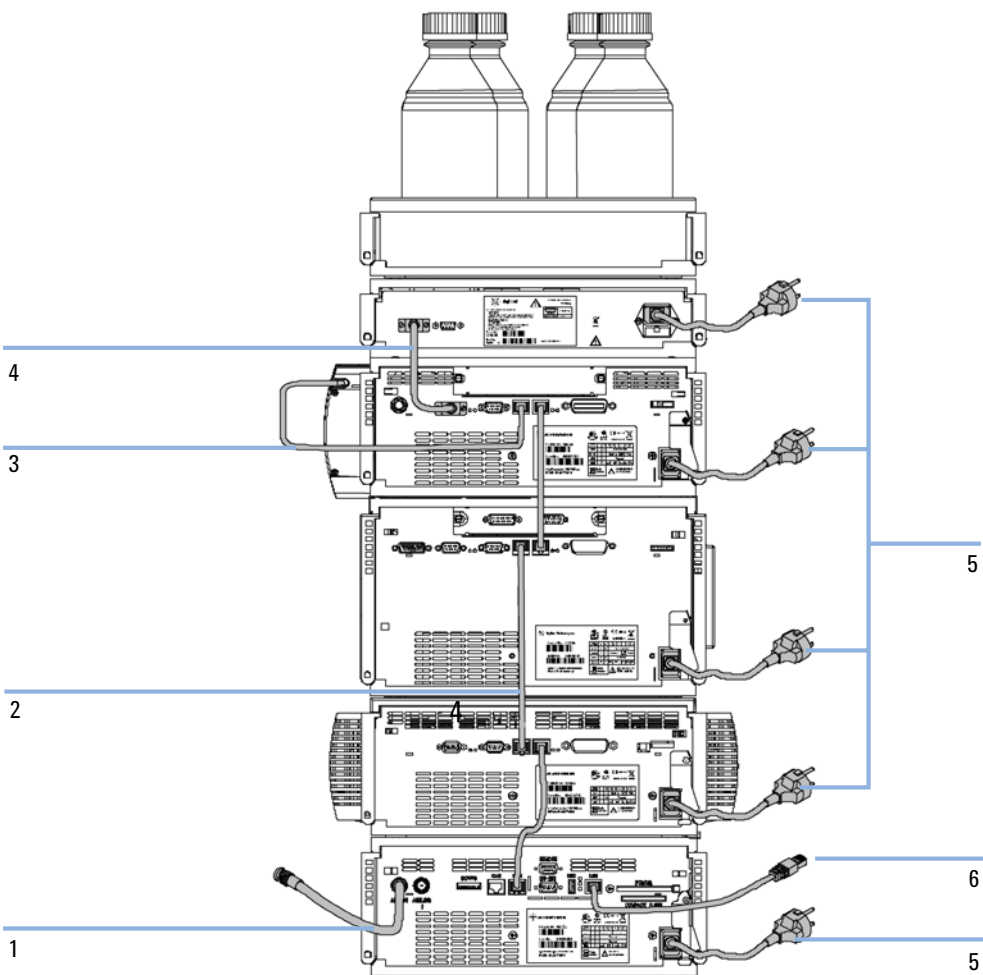

Abbildung 6 Empfohlene Geräteanordnung (Rückansicht)
- 4 Verbinden Sie das CAN-Kabel mit dem CAN-Anschluss des nächsten Moduls, siehe Abbildung 6 auf Seite 34.
- 4 Verbinden Sie das APG-Kabel mit dem APG-Remote-Anschluss der Pumpe, siehe Abbildung 6 auf Seite 34.